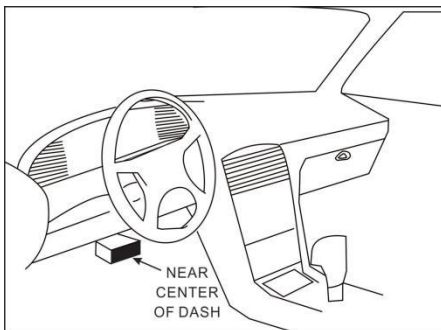

Figura 2-2.
2. Ubique el zócalo DLC del vehículo: proporciona 16 pines estándar y generalmente se encuentra en el lado del conductor, a unas 12 pulgadas del centro del tablero. Ver Figura 2-2. Si el DLC no está equipado debajo del tablero, se le dará una etiqueta que indica su posición. En caso de que no se encuentre DLC, consulte el Manual de reparación de automóviles.